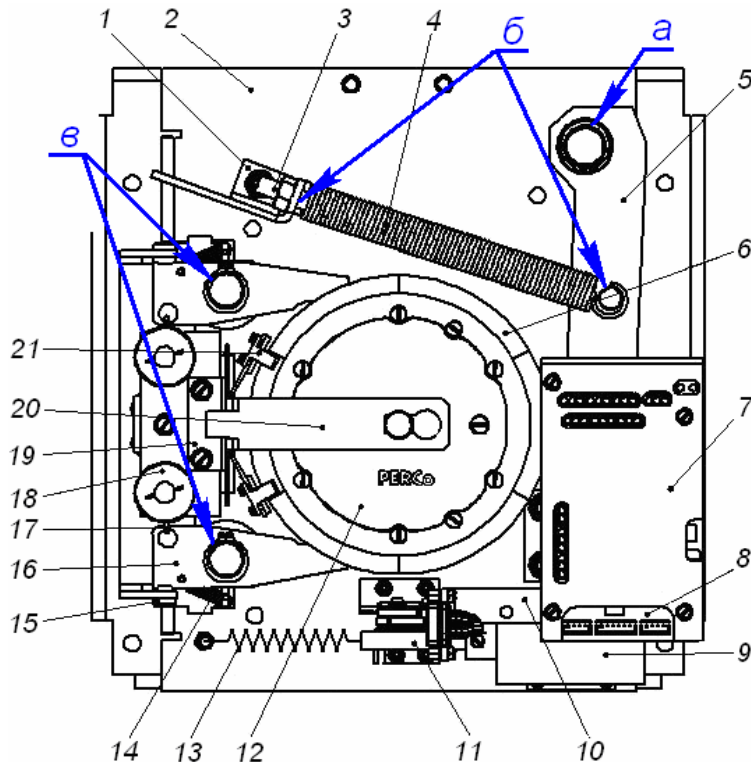

Рисунок 10 Расположение внутренних деталей и узлов механизма турникета (а, б, в – места смазки)
1. Снимите крышку с блоком индикации (2).
2. Проведите визуальный осмотр устройства доворота (толкателя, пружин и ролика), оптических датчиков поворота преграждающих планок и демпфирующего устройства (см. рисунок 10).
4. Выполните смазку поверхностей трения механизма турникета маслом машинным типа И-20 (см. рисунок 10):